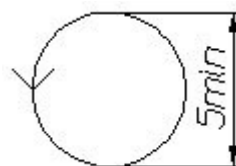

Рисунок 11 - Условное графическое обозначение – значок «Повернуто»
12. Допускается располагать разрез на любом месте поля чертежа, а также с поворотом с добавлением условного графического обозначения - значка «Повернуто» (рисунок 11).